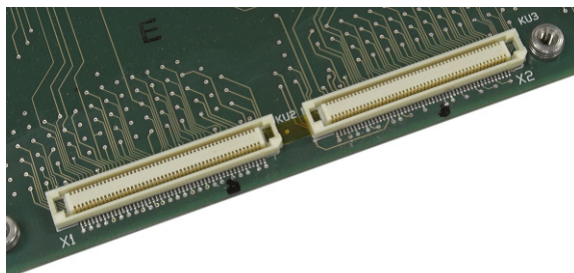
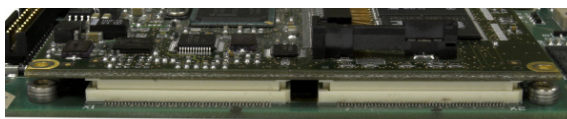

Figure 4-57 : Gros plan des connecteurs ETX sur la carte principale
Figure 4-58 : Carte ETX reposant sur ses connecteurs
1. Prenez note de l'orientation de la carte ETX sur la Figure 4-57. Les connecteurs ETX sont disposés de telle sorte qu'ils ne peuvent pas être installés dans le sens inverse.
2. Placez la carte ETX sur ses connecteurs. La Figure 4-57 illustre deux des connecteurs et la Figure 4-58 illustre une vue latérale de la carte posée sur ses connecteurs.